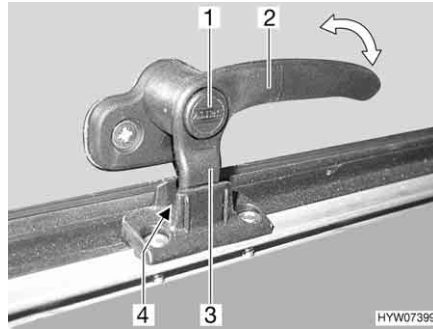
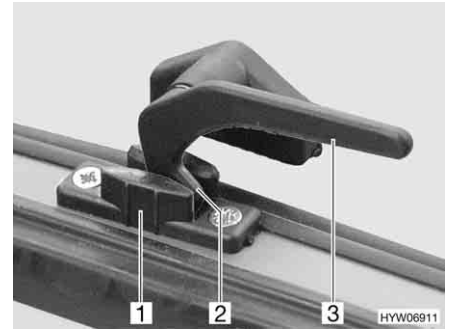

Bild 71 Låsarm med låsknapp i läget "kontinuerlig vädring"
Bild 72 Låsarm i läget "kontinuerlig vädring"
- I läget "kontinuerlig vädring" (Bild 71 och Bild 72)
- Tryck på låsknappen (Bild 71,1) om sådan finns och håll den nedtryckt.
- Sväng låsarmen (Bild 71,2 eller Bild 72,3) ett kvarts varv mot fönstrets mitt.
- Vrid tillbaka låsarmen. Därvid måste låsarmens låsspak (Bild 71,3 eller Bild 72,2) föras in i spåret på fönsterlåsen (Bild 71,4 eller Bild 72,1).
- Släpp låsknappen (Bild 71,1) om sådan finns.